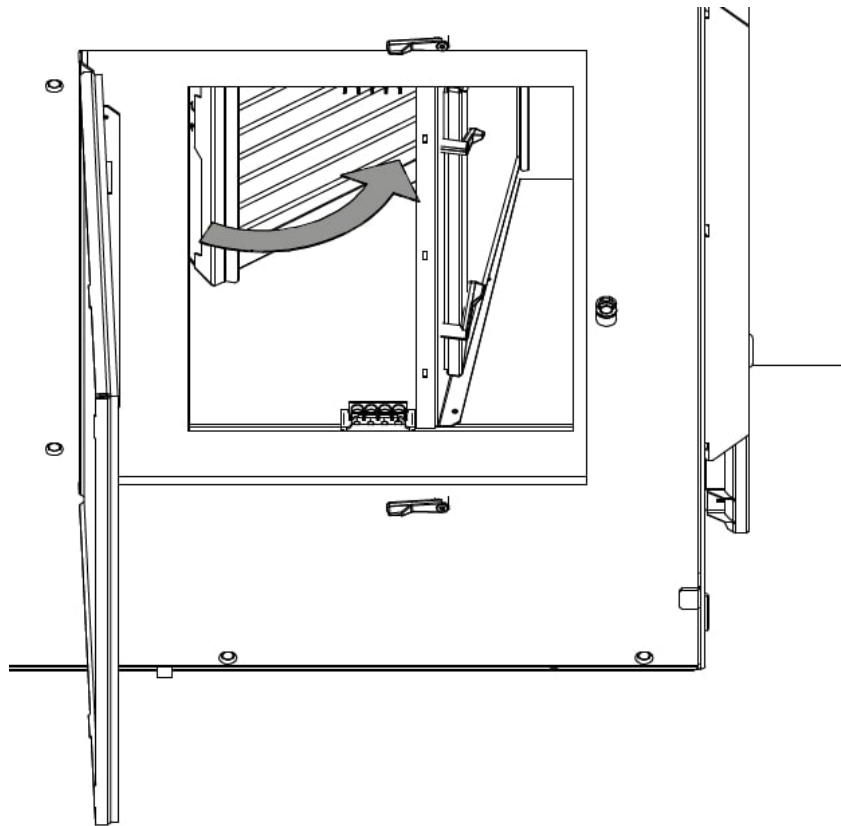

Abbildung 32: Schließen des Filterscharniers
8. Schließen Sie das Filterscharnier, siehe Abbildung 32.